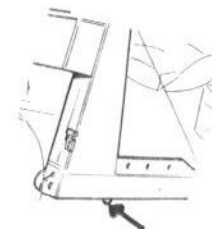

Bild 173
- Motor abstellen, Einfüllverschraubung und Ablassschraube (Bild 173) herausschrauben und warten, bis Öl abgelaufen ist.